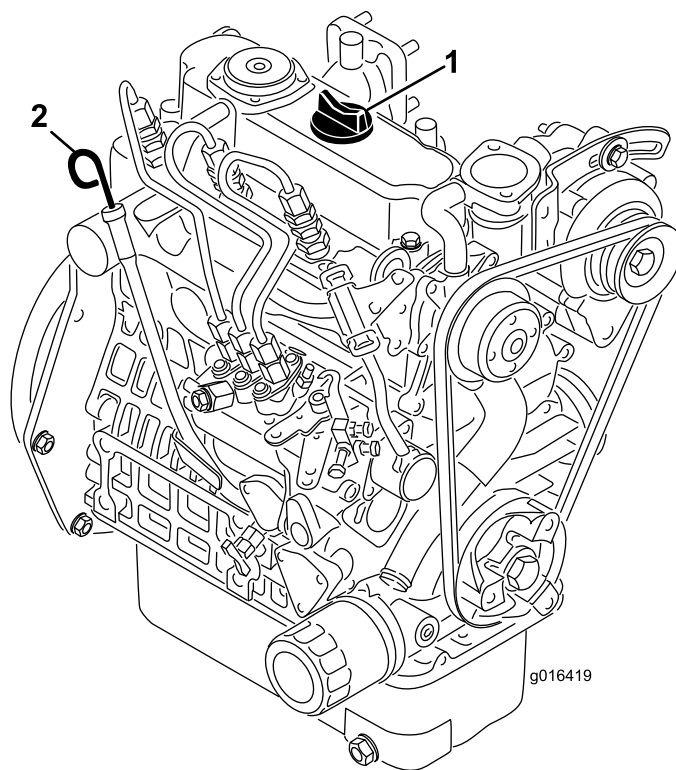

Bild 22
2. Nehmen Sie den Peilstab heraus und wischen Sie ihn mit einem sauberen Lappen ab (Bild 22). Stecken Sie den Peilstab in das Rohr und stellen Sie sicher, dass er vollständig eingeführt ist. Entfernen Sie den Peilstab und prüfen den Ölstand. Nehmen Sie bei einem niedrigen Ölstand den Fülldeckel von der Ventilabdeckung ab und gießen Sie **langsam** genug Öl in die Öffnung, bis der Ölstand die Vollmarke